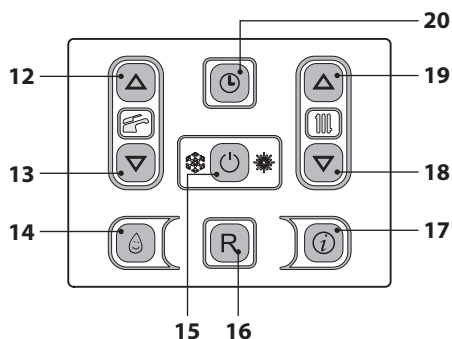

Figura 5.53
- Entrare in "modalità programmazione" premendo contemporaneamente per 10 secondi i tasti 15 - 18 - 19 (Figura 5.53) fino a far apparire sul display LCD le lettere **P01** e il valore del parametro, indicanti l'entrata nel "parametro 01" (Figura 5.52).
- Premendo il tasto 15 (Figura 5.53) si ottiene la conferma del valore inserito.